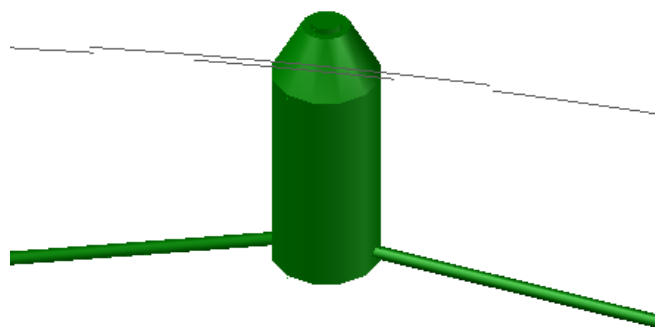

Рис. 1.5. Трехмерное изображение объекта «труба» и объекта «колодец»
7. В нижнем правом окне увеличьте изображение одного из смотровых люков. В окне плана эти объекты выглядят предельно упрощенно, но здесь вы можете отчетливо видеть, что это действительно трехмерный колодец и примыкающие к нему трубы (рис. 1.5).